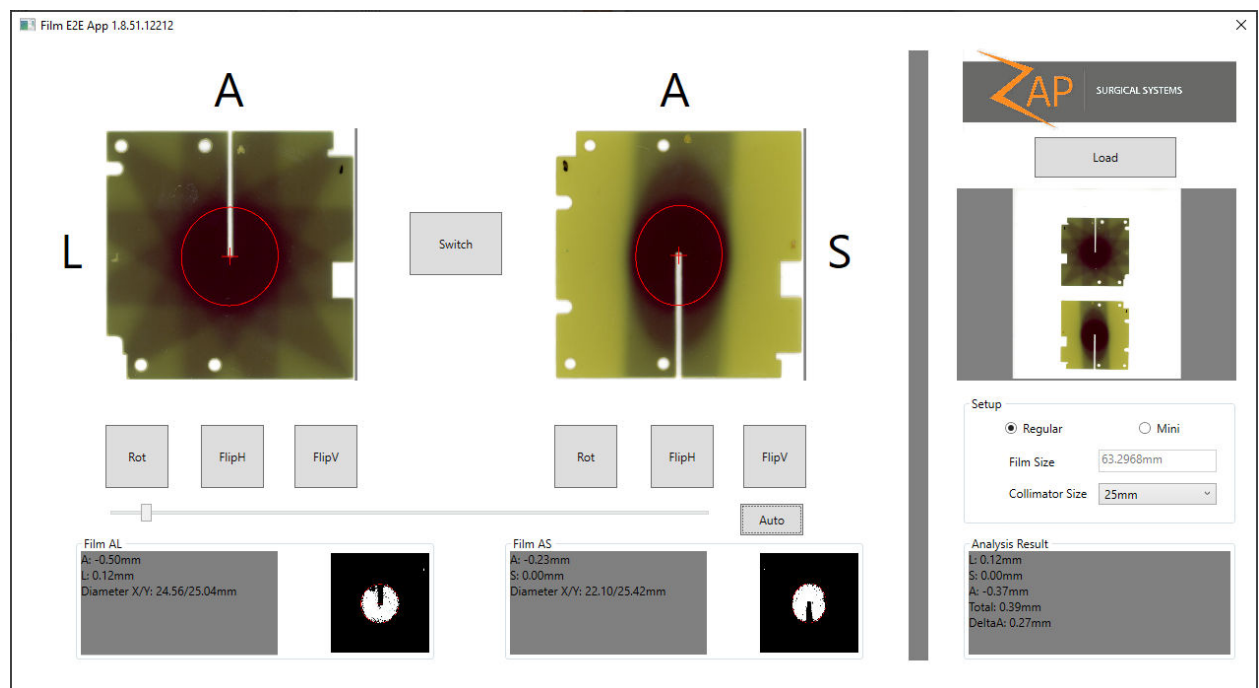

Abbildung 7-4 Software zur Filmanalyse
Die Benutzer können für die End-to-End-Testergebnisanalyse kommerziell erhältliche Filmanalysesoftware verwenden. Die optionale, von Zap bereitgestellte Filmanalysesoftware kann zur Berechnung von End-to-End-Zielfehlern verwendet werden (siehe Abbildung 7-4). Eine Filmanalyse besteht aus folgenden Schritten:
2. Stellen Sie den absolut kleinsten Wert der Dosiskontur ein, indem Sie den Schieberegler nach links neben die Schaltfläche **Auto** ziehen (siehe Abbildung 7-4). Die Kontur ist auf der linken Seite am kleinsten und auf der rechten Seite am größten.